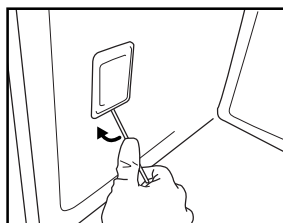

Рис. 7
3. Снимите крышку лампы с помощью отвертки (Рис. 7).